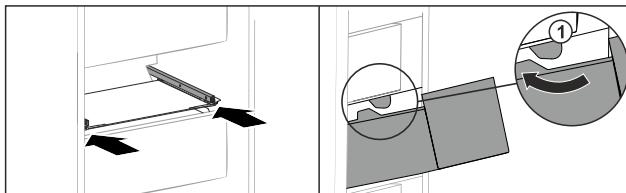

Fig. 161
- ▶ Schubfach um die Stopper Fig. 161 (1) herumführen.